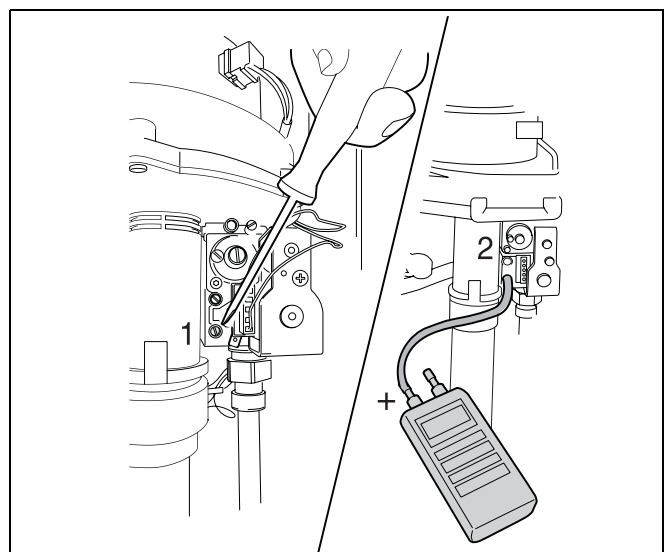

Fig. 29 Măsurarea presiunii de gaz
- Șurubul de etanșare din niplul de măsurare a presiunii se desfăce ușor și aici se racordează un furtun lung (Fig. 29).
- Se desface cu două rotații șurubul de la niplul de măsură poziționat cel mai jos (Fig. 29, Poz. 1).
- Se introduce un furtun al manometrului în niplul de măsură (Fig. 29, Poz. 2).